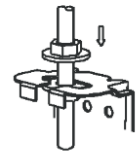

Fig. 1-5
- Ubicar el equipo de aire acondicionado firmemente atornillando las tuercas después de haber ajustado correctamente la posición del cuerpo. (véase la fig. 1-5)